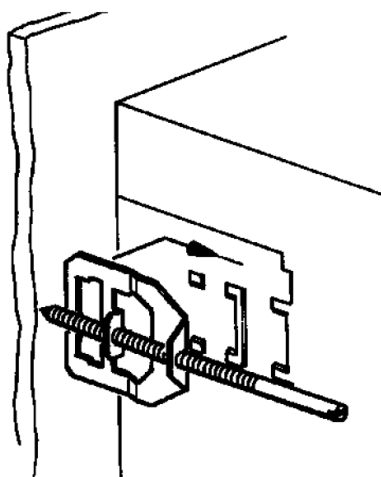

Рис. 2.2
- Установите прибор в подготовленное отверстие. Затем установите монтажные клипсы, входящие в комплект, на соответствующие места на корпусе стараясь не повредить монтажные клипсы (рис. 2.2). С небольшим усилием закрепите монтажные клипсы на корпусе прибора.